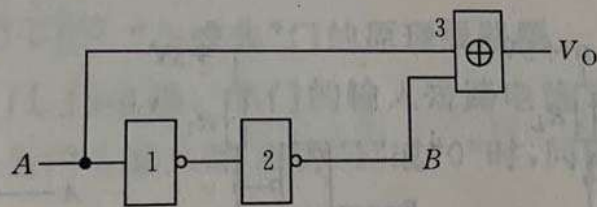

图 3-56
3.14 图 3-56 中门 1、2、3 均为 TTL 门电路,平均延迟时间为 20ns,画出  $V_O$  的波形(A 的波形自设)。